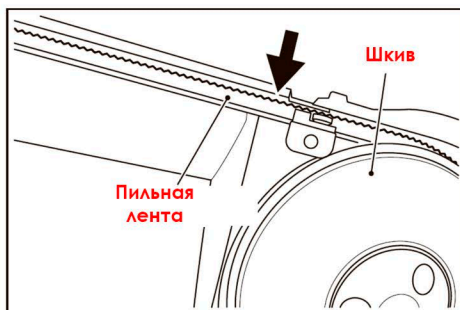

Рис.6
4. Удерживая пыльную ленту, переведите рычаг натяжки ленты в положение (+) (Рис. 6).